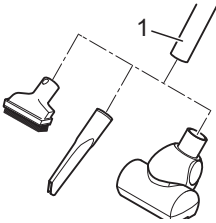

Abb. 9
- Stecken Sie die gewünschte Düse auf das untere Ende des Teleskoprohres (Abb. 9/1).